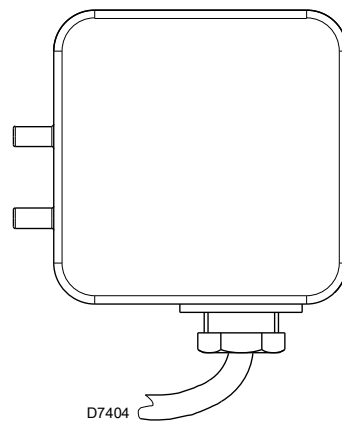

图 26
- ▶ 将空气压力开关（图 26）调到标尺的开始位置。
在完成燃烧器的所有其他调整后，调整空气压力开关（图 26），将空气压力开关设置到标尺的开始位置。将燃烧器的功能调到所要的输出后，顺时针方向缓慢转动旋钮直到燃烧器停机。